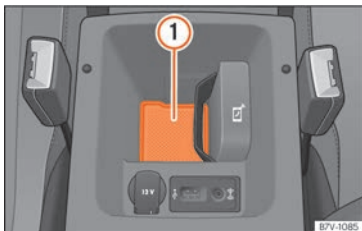

Abb. 231 Ablage in der vorderen Mittelarmlehne zur Anbindung des Mobiltelefons an die Außenantenne des Fahrzeugs.
Für die Anbindung an die Außenantenne des Fahrzeugs muss das Mobiltelefon auf der Ablagefläche »» Abb. 231 ① positioniert werden.